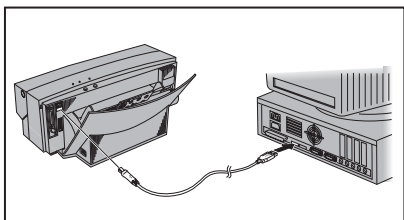

ABBILDUNG 17
- Schließen Sie den Drucker mit Hilfe des Druckerkabels an den PC an (Abb. 17).